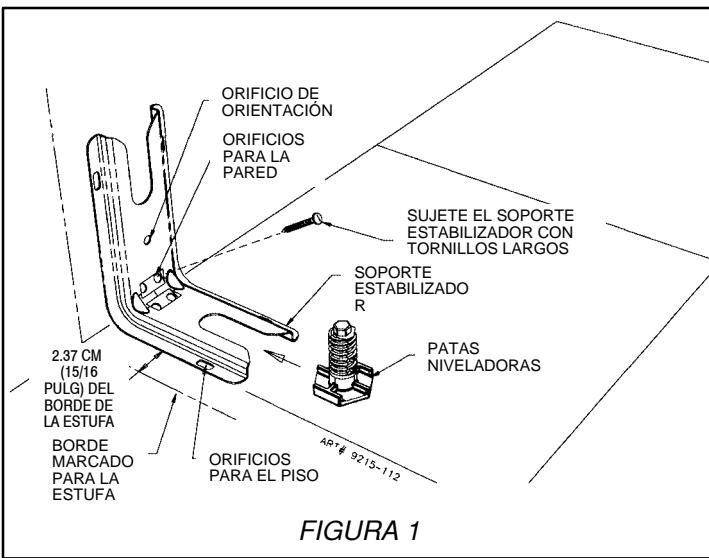

FIGURA 1
PASO 1 – Ubicación del soporte (vea la figura 1)
- B. Coloque el SOPORTE a 15/16" del "BORDE" marcado hacia el centro del hueco y contra la pared posterior, según se muestra en la figura 1, con el orificio orientado contra la pared.
- C. Use el soporte como plantilla y marque los orificios necesarios, según se muestra en la figura 1, para el tipo de construcción que usará.
1. Piso: Ubique el centro de los dos orificios que se identifican en la figura 1 como "ORIFICIOS PARA EL PISO". Taladre un orificio piloto con una broca de 1/8" en el centro de cada orificio (puede usar un clavo o un punzón si no tiene un taladro disponible). Asegure el soporte ESTABILIZADOR al piso con los dos tornillos provistos. Continúe con el paso 3.
2. Pared: Ubique el centro de los dos orificios que se identifican en la figura 1 como "ORIFICIOS PARA LA PARED". Taladre un orificio piloto en ángulo con una broca de 1/8" en el centro de
1. Pueden obtenerse tornillos apropiados para la construcción de concreto en una ferretería. Con el taladro haga el orificio del tamaño requerido para los tornillos que haya obtenido, en el concreto, en el centro de los orificios identificados en la figura 1 como "ORIFICIOS PARA EL PISO". Asegure el soporte ESTABILIZADOR al piso. Continúe con el PASO 3.